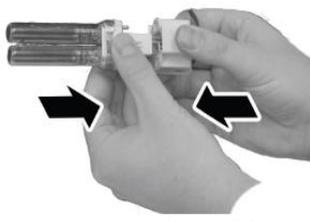

Рис. 36
6. Вставьте новую ультрафиолетовую лампу в держатель (рис. 36).